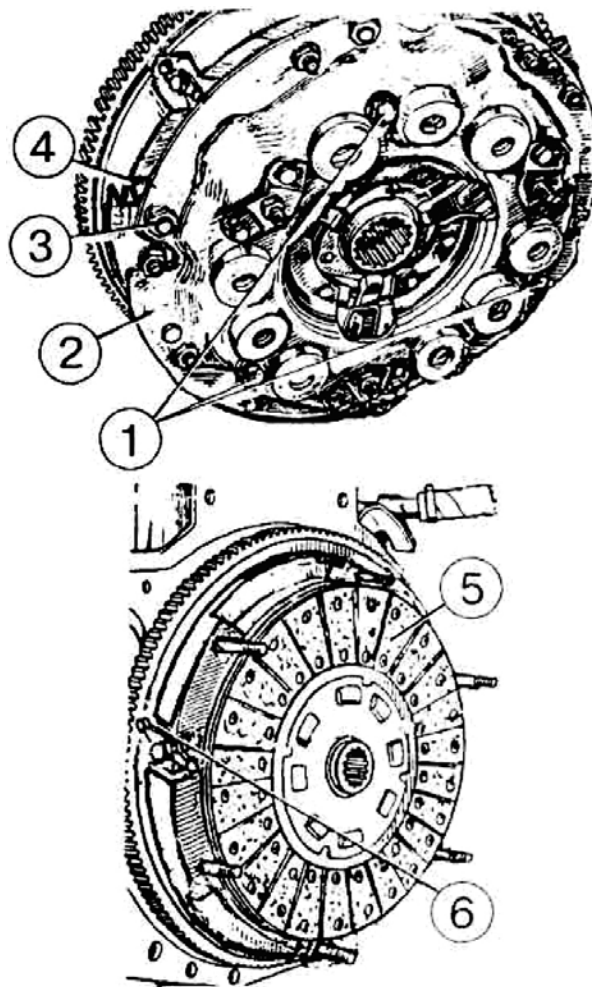

Рисунок 4.13
- а) вверните в нажимной диск через технологические отверстия опорного диска 2 (рисунок 4.13) три болта 1 (M12x40) для сжатия пружин;